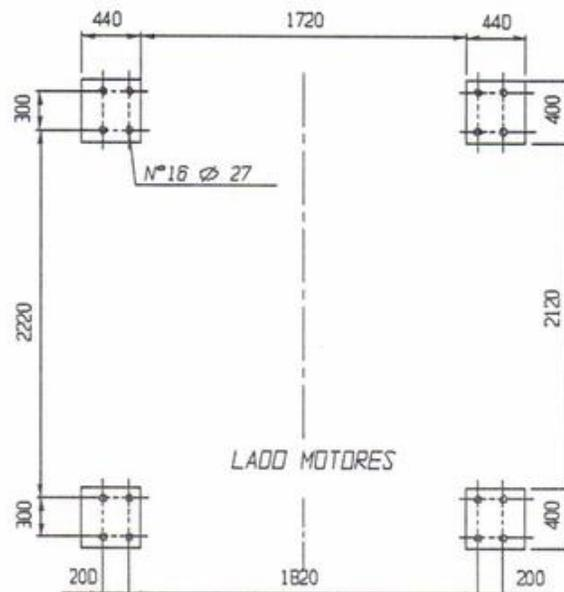

Fig. 6
Para las dimensiones y el peso en vacío de la máquina, véase la fig. 6 .
**fig. 6 a**
**fig. 6 b**
**fig. 6 c**
**fig. 6 d**